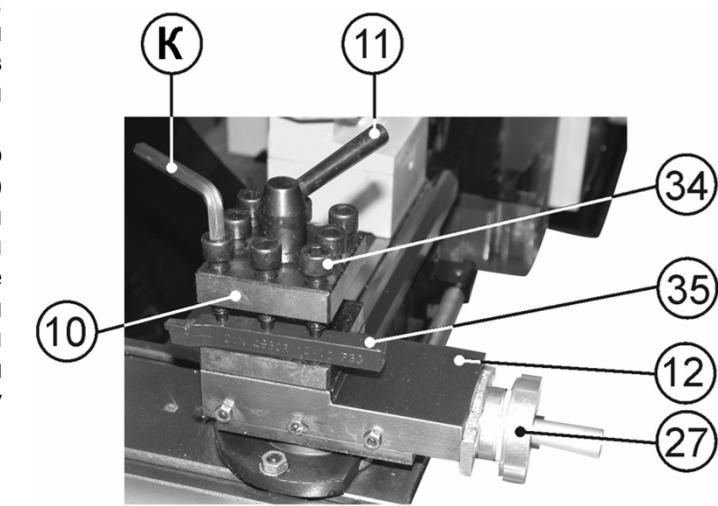
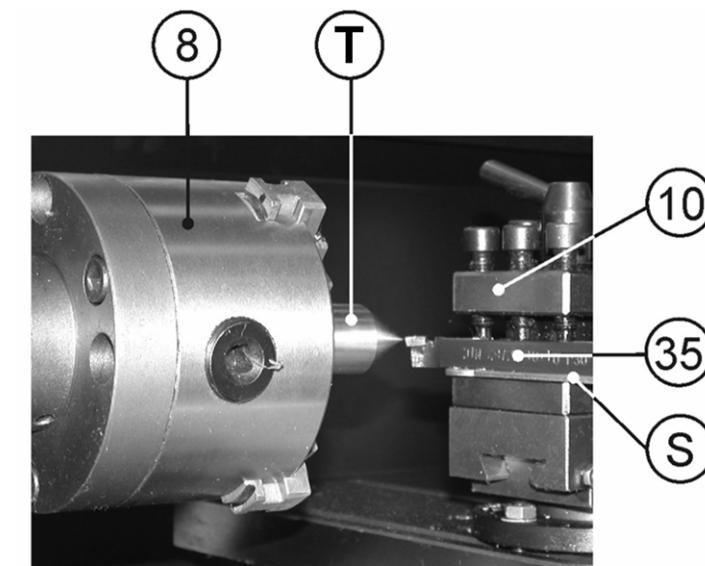

Рис.11
Рис.12
10.1.8. Используя шестигранный ключ (К), Рис.16, выкрутите 3 болта (34). Установите необходимый для предполагаемой операции резец (35) в резцодержатель (10). Равномерно, с достаточным усилием закрутите три болта (34), Рис.11. Убедитесь, что режущая часть головки резца (35) находится по центру диаметра заготовки. Положение резца (35) проверьте по центру (Т), зажатом в трёхкулачковом самоцентрирующемся патроне (9). Вылет головки резца должен быть примерно 10 мм, но не превышать 15 мм (не должен превышать полторы высоты державки резца). По необходимости, при установке резца используйте подкладки (С) разной толщины. Допускается использовать только одну подкладку, Рис.12.
10.1.9. Для ускорения и удобства работы можно установить в резцодержателе (10) параллельно, но направленные в противоположные стороны головками, два резца (35), Рис.13, при условии, что оба резца (35) в резцодержателе (10) закрепляются тремя болтами (34), Рис.11.
10.1.10. Поверните ручку фиксации резцодержателя (11) против часовой стрелки, поворачивая резцодержатель (10). Выберите необходимый для данной операции резец (35) или угол установки резца (35), зафиксируйте положение резцодержателя (10), повернув ручку фиксации резцодержателя (11) в обратном направлении с определённым усилием, Рис.11.